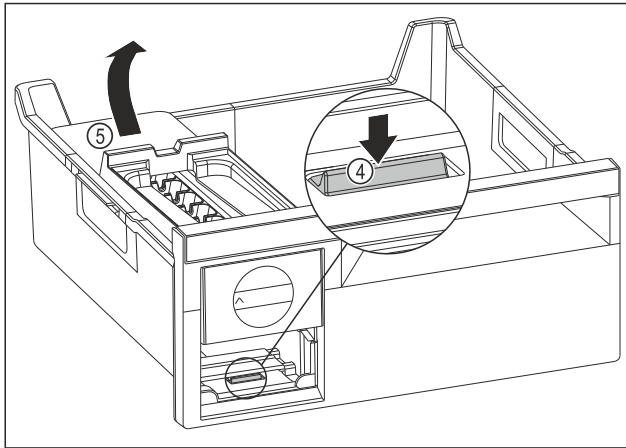

Fig. 105
- EasyTwist-Ice-corpus wegnemen: Strip Fig. 105 (4) met uw vinger omlaag drukken en gelijktijdig met de andere hand de EasyTwist-Ice-corpus Fig. 105 (5) van achteren optillen.